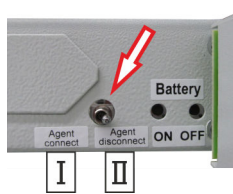

Fig. 17: Interruttore di bloccaggio
3. ➤ Bloccare il sistema: commutare l'interruttore di bloccaggio (Fig. 17/freccia) su "Agent disconnect [bloccato]" (Fig. 17/ II).
Attivare il sistema: commutare l'interruttore di bloccaggio (Fig. 17/freccia) su "Agent connect [non bloccato]" (Fig. 17/ I).